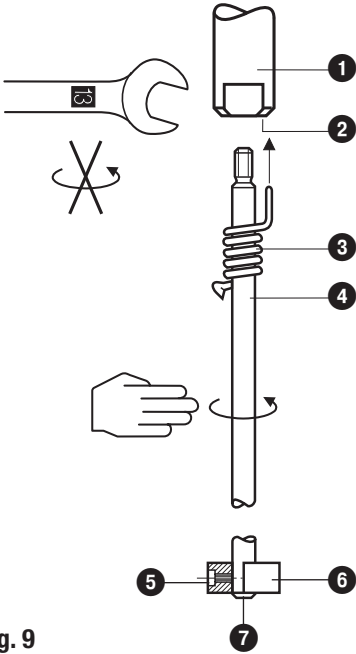

Fig. 9
1. Elektrodenverlenging ④ in de meetelektrode ① schroeven. **Fig. 9**
3. Maat op de elektrodeverlenging ④ markeren.
4. Elektrodenverlenging ④ uit de meetelektrode ① draaien en inkorten.
5. Na de visuele inspectie de verlenging ④ vast in de meetelektrode ① schroeven. Borgveer ③ op de elektrodenverlenging ④ verschuiven, tot deze in het gat ② is gefixeerd.
6. Meetoppervlakvergroting monteren: Ring ⑥ zodanig op de verlenging schuiven, dat de verlenging 2 mm over de onderzijde van de ring uitsteekt. In deze positie de ring met de stiftap ⑤ vastzetten. De bijgevoegde borgring ⑦ van onderen over de elektrodenverlenging tegen de ring ⑥ drukken.